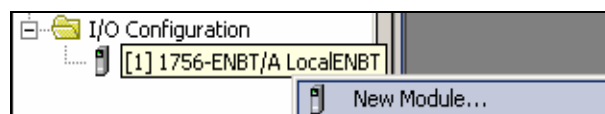

图 3-23 添加新模块
15. 右键单击 1756-ENBT 模块，选择 New Module（添加新模块），如图 3-23 所示。